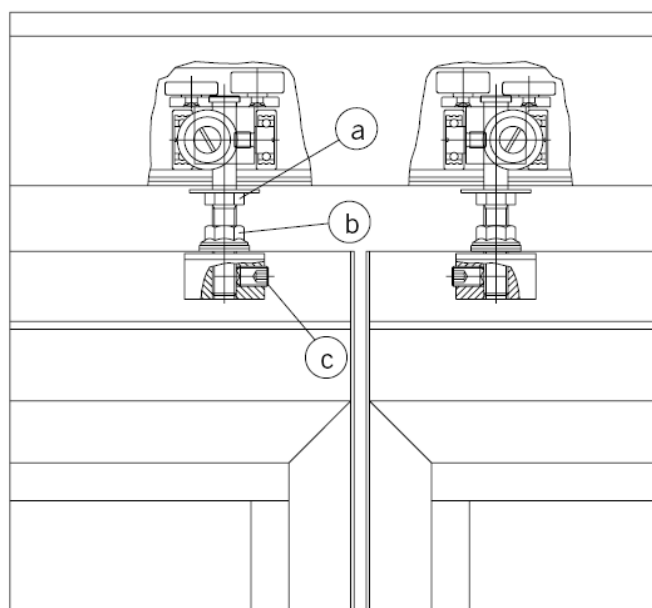

Fig. 8
Теперь поставьте панели на 8-миллиметровый разделительный напольный блок ниже уровня трека и вставьте блоки подвески в раму профиля (b) справа налево (e). Убедитесь, что головка установочного винта направлена на наружную сторону панелей (**Рис. 8-с**).
8. Регулировка ходовой каретки (Рис. 8):